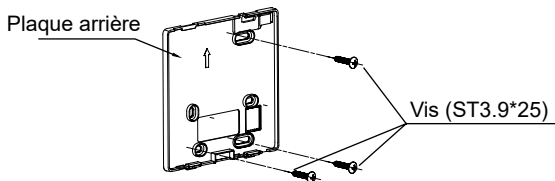

Figure 3-3
- Pour un montage apparent, fixer la plaque arrière au mur avec 3 vis (M3,9*25) et les chevilles. (Figure 3-3)